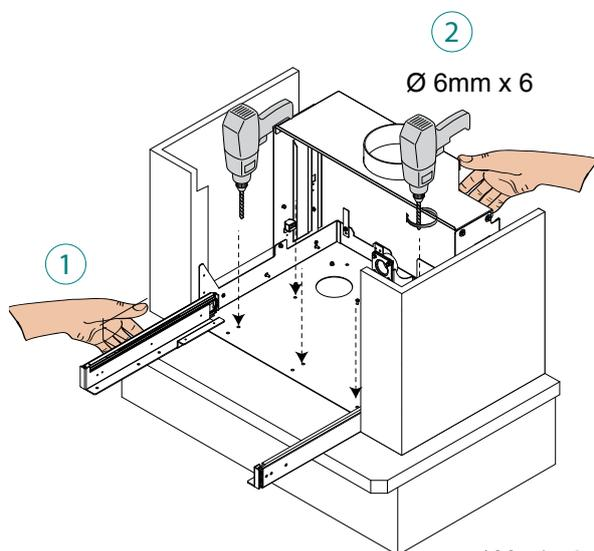

Abb. 6.1.8
- 8) Stellen Sie die Stützkonstruktion des Ofeneinsatzes an der vorgesehenen Montagestelle (1) auf, markieren und bohren Sie 4 Löcher mit je  $\text{Ø } 6 \text{ mm}$  für die Befestigung (2) – benutzen Sie die Basis der Konstruktion als Schablone. Bohren Sie dann die Löcher mit einem Bohrer mit 6 mm Durchmesser (Abb. 6.1.8)